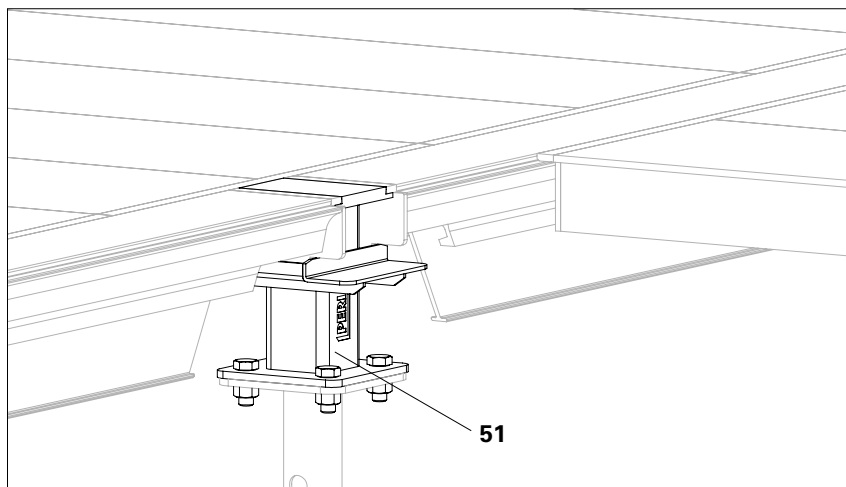

Fig. A7.11
La testa del puntello UNO Plus (51) trasferisce le forze del calcestruzzo al puntello sottostante (54). (Fig. A7.11)